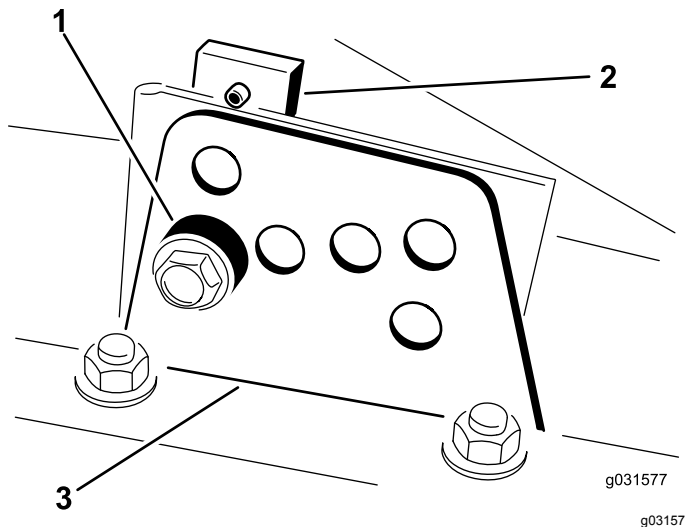

图 16
2. 拧松将各剪草高度支架固定至剪草高度板的螺栓前面和两侧如图 16 所示。
4. 在支撑起切割腔的同时取出隔片 (图 16)。